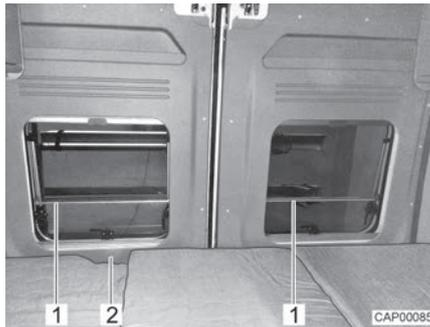

Fig. 38 Protezione anticaduta (letto longitudinale in coda)
- ▷ Le finestre delle porte di coda sono dotate di una protezione anticaduta (Fig. 38,1). La porta di coda può essere aperta dall'interno mediante la maniglia (Fig. 38,2).